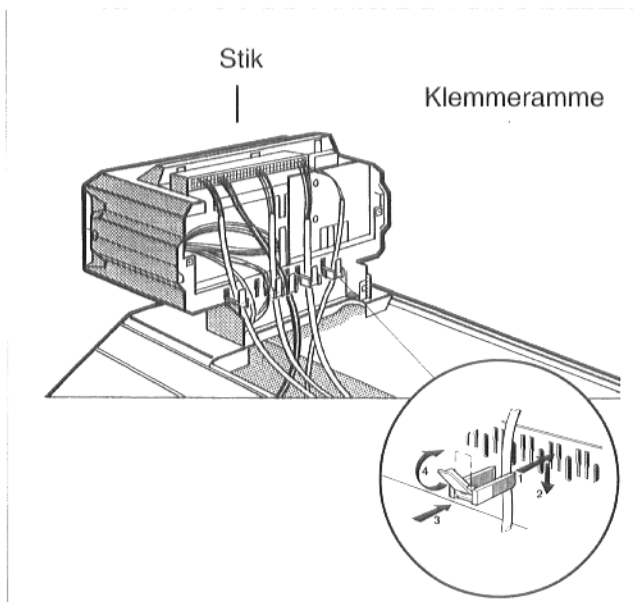

Fig. 20
- Brænderledning føres bagud under den forreste topplade og stik i reguleringen monteres iht. markeringerne (Fig. 20).
- Elektriske tilslutninger tilsluttes på opstillingsstedet iht. tilslutningsdiagram (Fig. 20).
Kabelklemmer med ilagt ledning fastgøres i klemmerammen og sikres ved at dreje lukkemekanismen (Fig. 20).